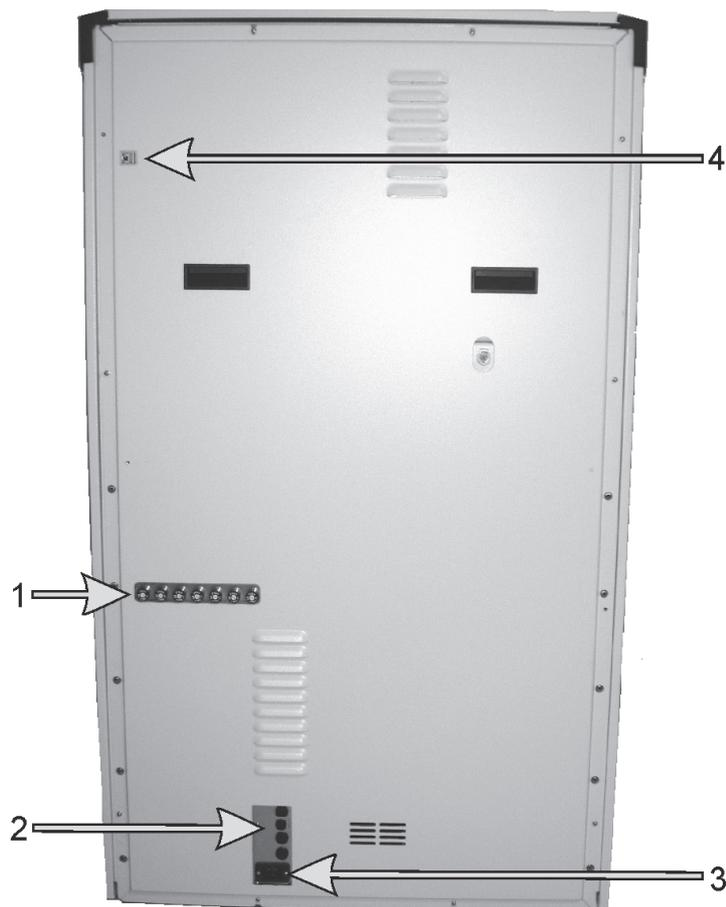

Figura 25: Pannello di copertura posteriore BOND-III
Figura 25 mostra il pannello di copertura posteriore del modulo di processazione BOND-III.
2. Individuare il cavo di alimentazione dalla connessione alla rete elettrica del modulo di processazione (elemento 3 in Figura 25 ed elemento 4 in Figura 26) fino alla presa a muro. Spegnerne l'alimentazione di rete dalla presa a muro.